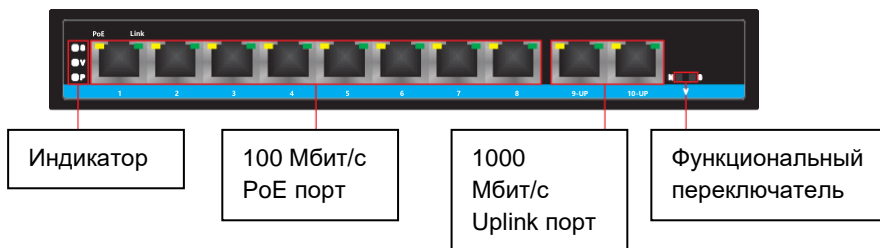

Рисунок 1 – передняя панель изделия
- Посредством сетевых кабелей подключите IP-видеокамеры с питанием PoE к портам Ethernet (см. рисунок 1).
- Используйте порты Uplink для подключения к ним компьютеров или IP-видеорегистраторов (см. рисунок 1).